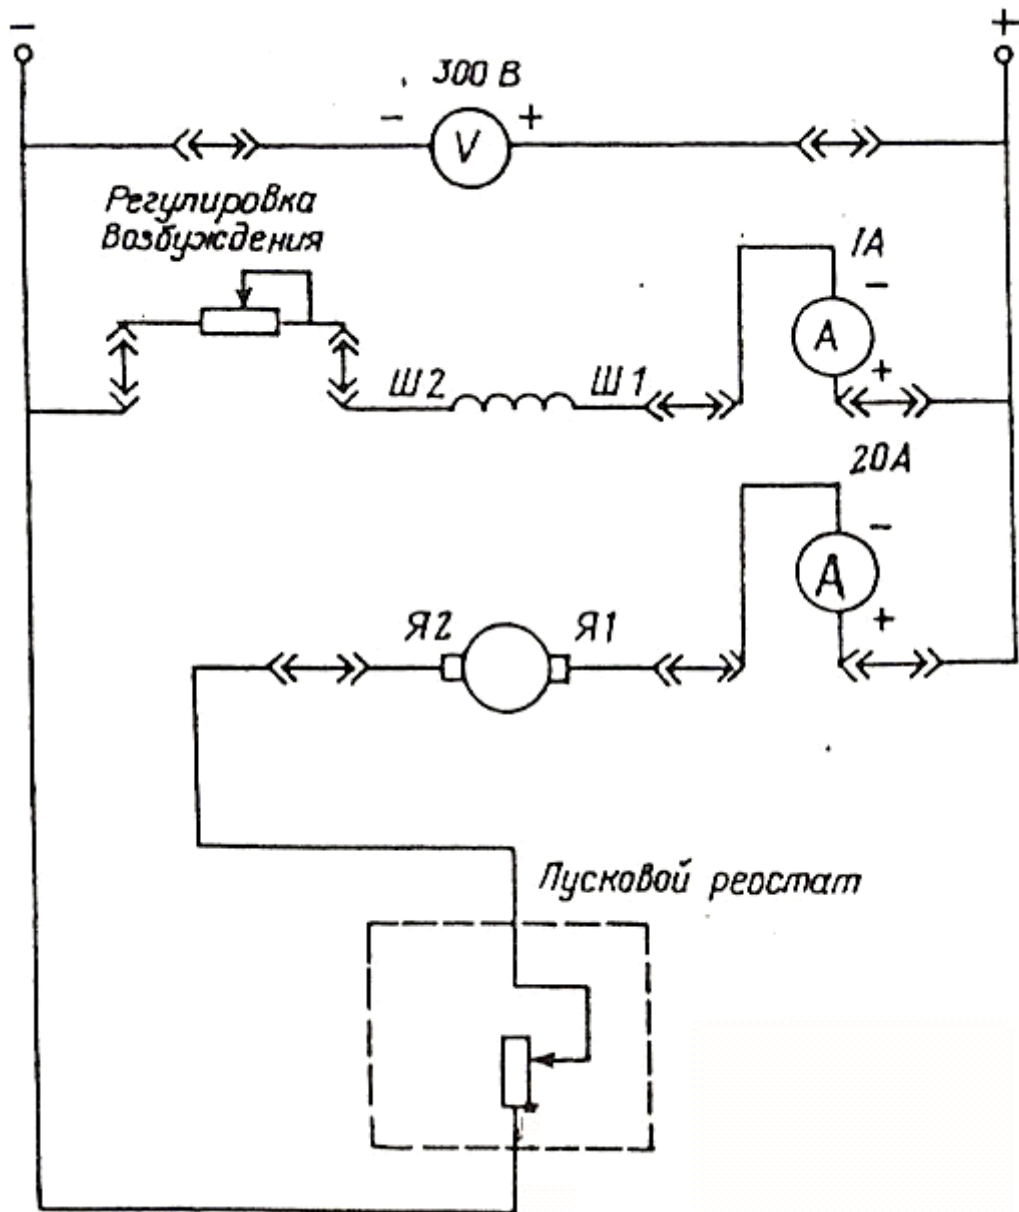

Рис.1
4.2 При сборке электрической цепи исследуемого ДПТ в цепь обмотки возбуждения (Ш1 - Ш2) включаются амперметр и регулировочный реостат РВ. В цепь якоря (Я1 - Я2) включаются амперметр и пусковой реостат РП. Сборку цепи осуществлять согласно схеме, приведенной на рис. 1.